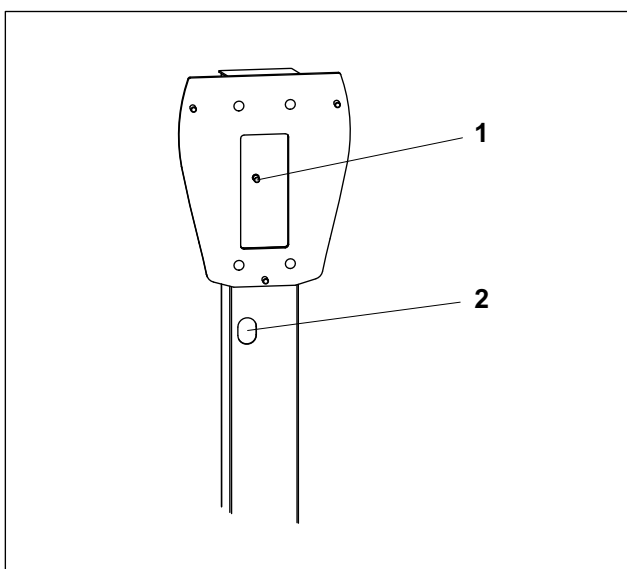

Fig. 3 Punto di messa a terra della stele
5. Fissare un manicotto passacavo (in dotazione) all'apertura di uscita dei cavi (fig. 3/2).
8. Collegare il sistema di protezione equipotenziale al bullone di terra (fig. 3/1) della stele.